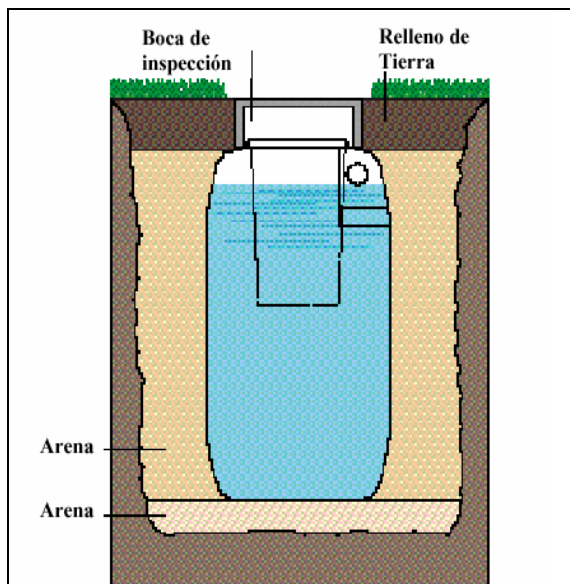

Fig.1 Detalle de zanja con depósito
4.2. Excavación de una zanja (Fig.1)